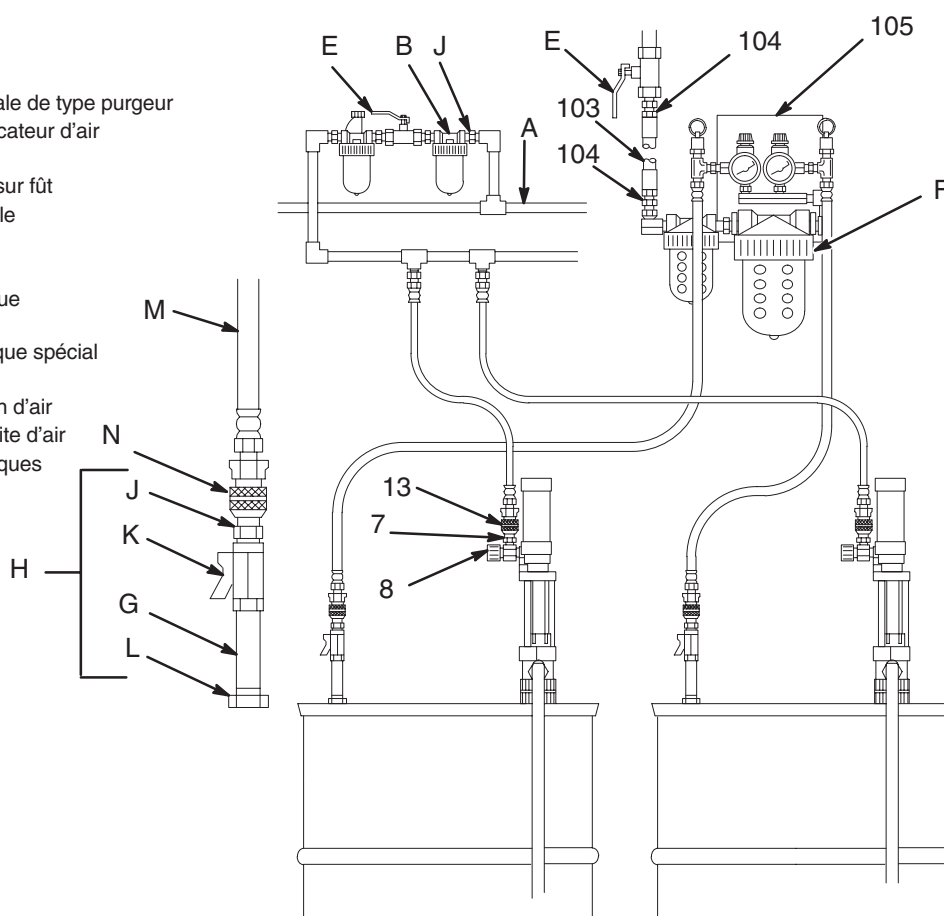

Fig. 3
5. Raccorder un flexible d'alimentation en air sur le raccord de conduite d'air 1/4 npt (13). Les flexibles d'alimentation en air (103) sont fournis dans le Kit 217381. Voir la Fig. 3 en page 6.
2. Monter le dispositif déshydratant (105) sur tout emplacement adapté. Se reporter au manuel 307548 pour connaître le schéma des trous de perçage. Voir la Fig. 3.
3. Dévisser la bague du dispositif déshydratant (F) pour déposer la cuve. Voir la Fig. 3. Déposer le filtre et remplir la cuve du produit déshydratant fourni. Remonter l'ensemble.
5. Raccorder les flexibles d'alimentation en air sec (M) aux raccords du fût portant une mention similaire à l'aide du raccord spécial (J) et du coupleur (N). Voir la Fig. 3.
1. Débrancher le raccord de flexible (N) des raccords de fût du dispositif déshydratant (H). Voir la Fig. 3.
2. Laisser la vanne à bille (K) ouverte pendant quelques minutes pour relâcher la pression d'air dans le fût, puis fermer les vannes.